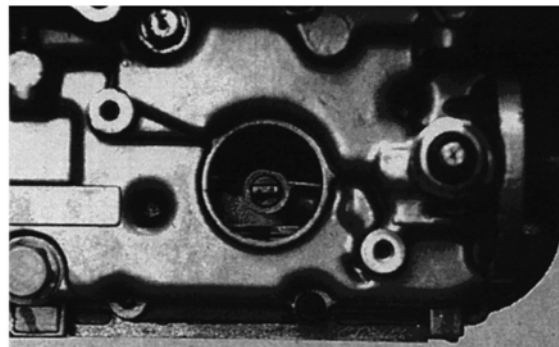

Bild 87
- Vor Einbau der Wasserpumpe O-Ring auf Ermüdung oder Beschädigung prüfen, gegebenenfalls O-Ring zum Motor hin erneuern. Darauf achten, dass Ölpumpenwelle und Kühlmittelpumpenwelle ineinandergreifen (Bild 87).